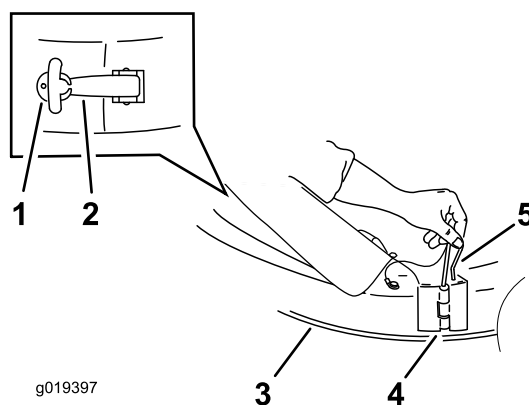

Figura 10
1. Sollevare il deflettore di sfalcio sul tosaerba (Figura 10).
2. Portare la guida di scarico in posizione con il gancio posteriore attorno all'asta del deflettore, allineare la cerniera a torsione e fissarla al perno di bloccaggio (Figura 10).
3. Girare indietro la guida di scarico verso il piatto di taglio in modo che sia a paro con quest'ultimo (Figura 10).
4. Fissare la guida di scarico sul piatto di taglio. Agganciare il fermo flessibile della guida di scarico al fermaglio saldato sul piatto di taglio, sul retro dell'apertura (Figura 10).